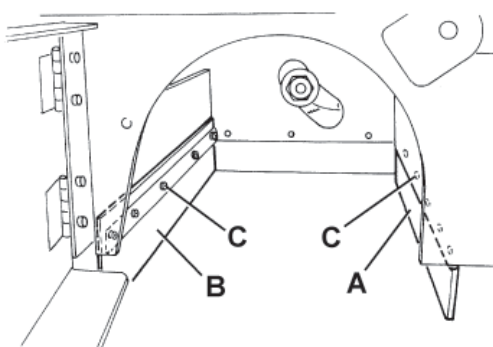
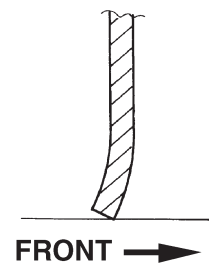

Abbildung 22
Abbildung 24
9. Vordere (A, Abb. 22) und hintere (B) Schmutzfangklappe auf Schäden überprüfen.
10. Überprüfen, ob die vordere (A, Abb. 22) und die hintere (B) Schmutzfangklappe leicht auf dem Boden schleifen bzw. ob sie den Boden zumindest berühren (siehe Abb. 24).
Falls erforderlich, Schrauben (C, Abb. 22) lösen und Schmutzfangklappenstellung einstellen. Danach Schrauben (C) wieder eindrehen.
11. Das Pedal für die vordere Schmutzfangklappe (75) ganz heruntertreten und überprüfen, ob sich die vordere Schmutzfangklappe um ca. 5 cm hebt.